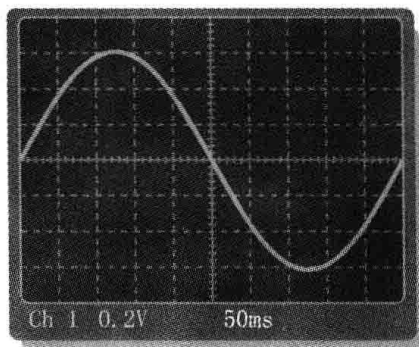

图 8-80
40. 试确定图 8-80 中屏幕显示正弦波的峰值和周期，水平轴为 0V。
41. 试确定图 8-80 中屏幕显示的正弦波的有效值和频率。